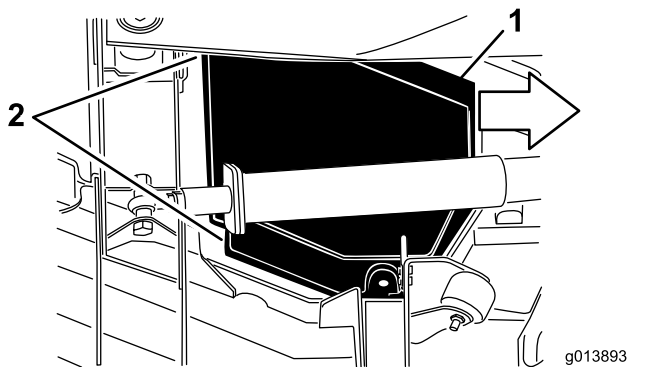

Figura 47
5. Mientras levanta la cubierta, deslícela aproximadamente 2,5 cm hacia la unidad de tracción, para separar el borde exterior de la carcassa (Figura 47).